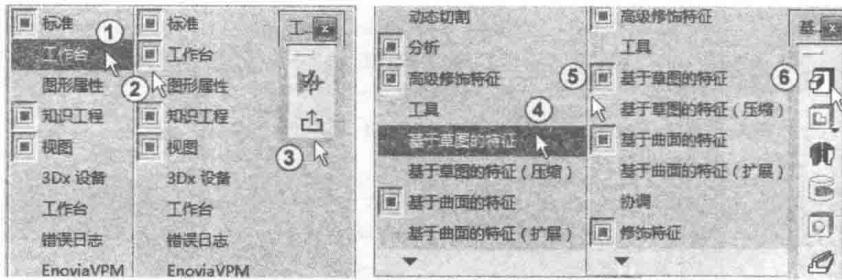

图 1-15 调出工具栏
如果找不到“退出工作台”按钮①，可在工具栏图标上任意位置右击，在弹出的快捷菜单中选择“工作台”命令，使之被选中，“工作台”前方出现□，使其显示，如图 1-15 中①～③所示。
如果找不到“凸台”按钮②，可在工具栏图标上任意位置右击，在弹出的快捷菜单中选择“基于草图的特征”命令，使之被选中，“基于草图的特征”前方出现□，使其显示，如图 1-15 中④～⑥所示。